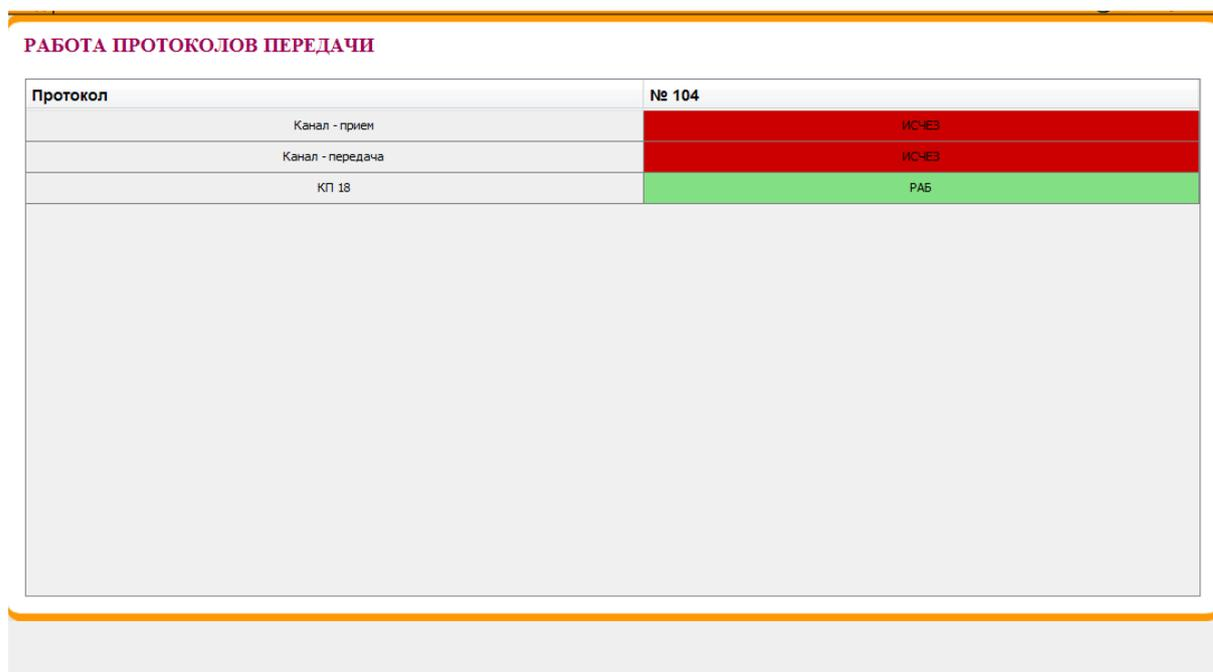

Рисунок 30 – Окно «Работа протоколов передачи»
- в рабочей области – окно «Работа протоколов приема» (см. рисунок 30).
В результате нажатия на вкладку «Ретрансляция» в рабочую область интерфейса будет выведено окно «Работа протоколов передачи» (рисунок 30).